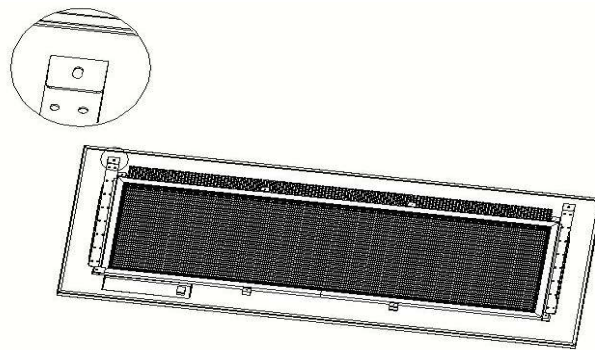

Fig. 1
C. Mettre les deux languettes supérieures à plat (**Fig. 1**).